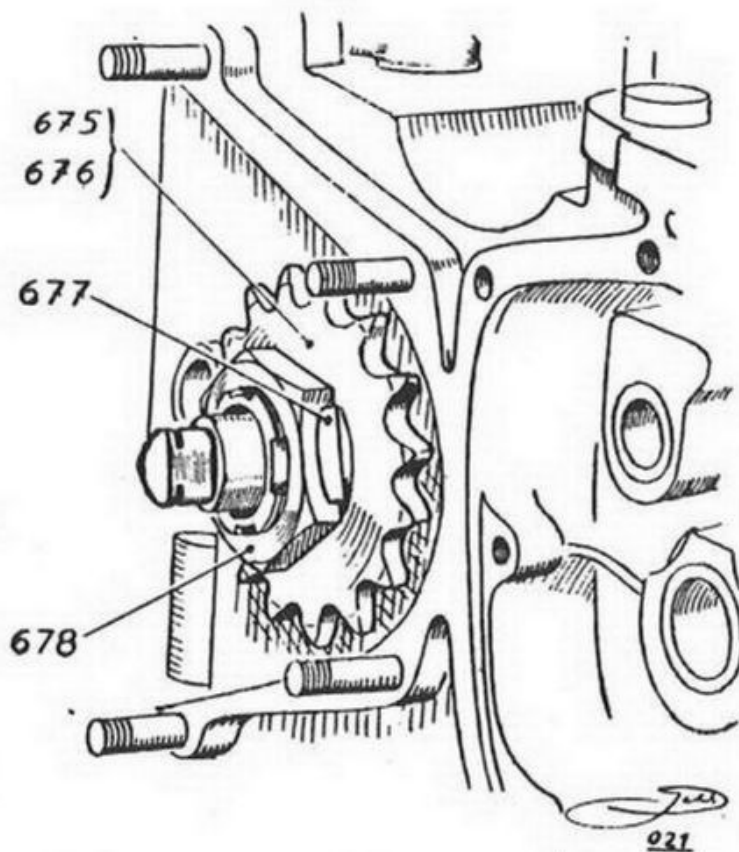

Fig. 12 - Smontaggio del pignone della catena
13) - Smontaggio del basamento (Apertura del motore) (figure 12 e 13).